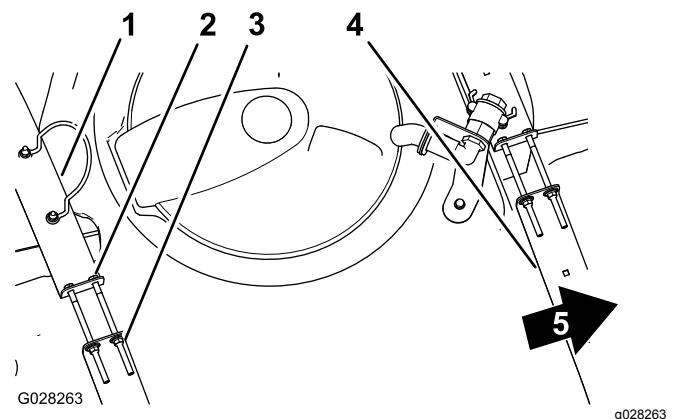

Figura 26
2. Verificate l'eventuale presenza di movimento tra le fasce del serbatoio e il serbatoio stesso (Figura 26).
3. Se le fasce risultano lente sul serbatoio, stringete i dadi di bloccaggio flangiati e i bulloni sulla parte superiore delle fasce fino a quando queste non sono pari alla superficie del serbatoio (Figura 26).